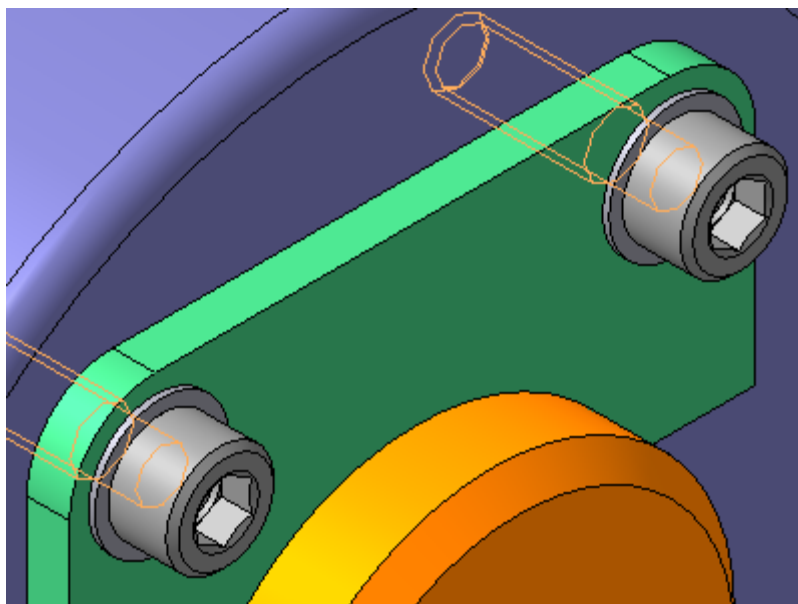

Рисунок 29.
- Установите винт во второе отверстие (рис. 29).